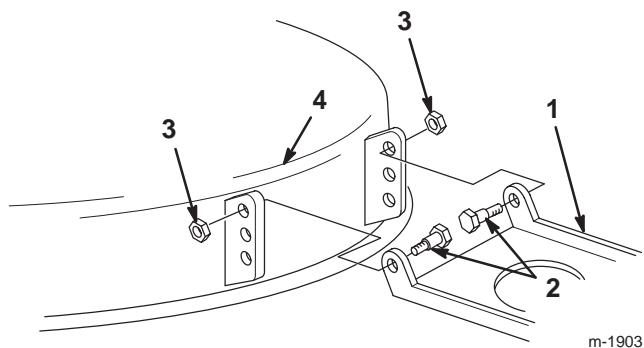

Figure 47
- 18.** S'il est impossible d'obtenir l'inclinaison avant de 6 à 16 mm requise en tournant l'écrou de réglage, déplacez le pivot sur le plateau (Fig. 47).
- 19.** Enlevez les boulons à épaulement et les contre-écrous de la machine (Fig. 47).
- 20.** Placez le pivot du plateau dans un trou inférieur et remettez les boulons à épaulement et les contre-écrous (Fig. 47).